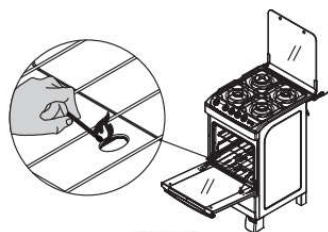

Figura 36
1. Levante a tampa de vidro da mesa. Figura 36.
2. Abra a porta do forno. Figura 36.
3. Acione o acendimento automático (Figura 31) ou acenda o fósforo (Figura 36)